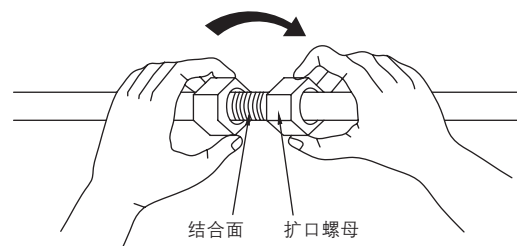

图16
3. 结合管和扩口管的正确连接是彼此对直，然后轻轻拧上扩口螺母。以获得良好配合（见图 16）。